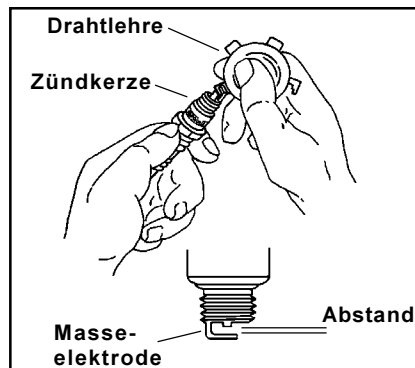

Abbildung 9. Überprüfung des Elektrodenabstands.
**Alle 200 Betriebsstunden** die Zündkerze ausbauen und ihren Zustand überprüfen. Falls erforderlich, austauschen, oder bei gutem Zustand mit einer Drahtfühllehre den Elektrodenabstand einstellen. Masseelektrode auf den vorgeschriebenen Abstand biegen. Siehe Abbildung 9. Der Abstand für Einzylindermotoren (außer CS4-12 und CV16) beträgt 1 mm. Der Abstand für CS4-12, CV16, SV470-600, und alle Zweizylindermotoren beträgt 0,75 mm. Die Zündkerzen mit folgendem Drehmoment anziehen: **20 Nm** bei Motoren CS4-12, **28 Nm** bei Motoren CH6, SV470-600, und allen Zweizylindermotoren und **40 Nm** bei Motoren CH/CV11-16, CV460 und CV490.